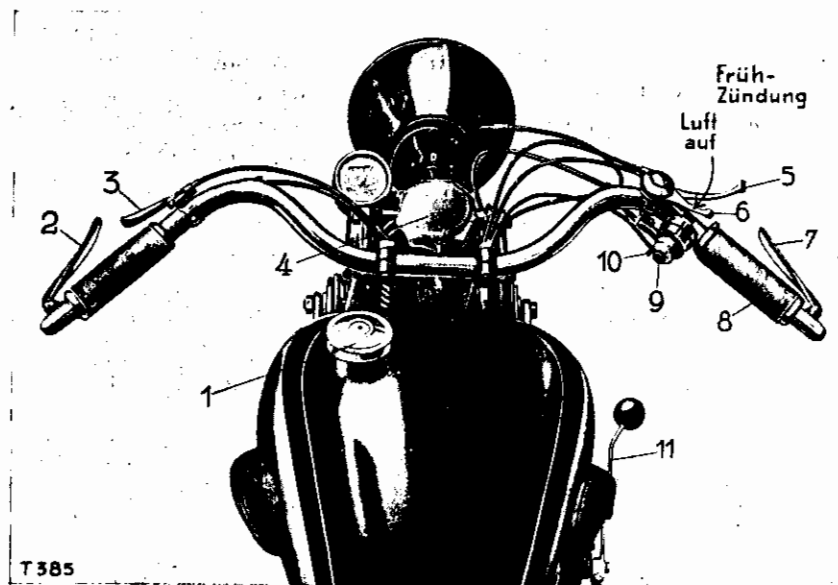
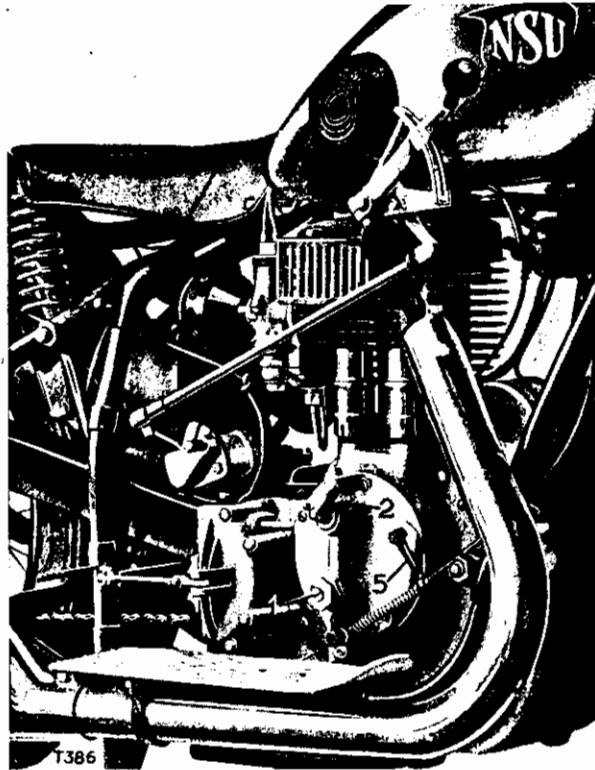

Abb. 15.
Abb. 16.
Die Regulierung erfolgt vom Lenker aus mittels Bowdenzügen. Der obere Handhebel (6 in Abb. 15) betätigt die Luft, während der Drehgriff (8 in Abb. 15) das Gas reguliert. Der Vergaser ist für normale Verhältnisse eingestellt und ist ein Verstellen nicht zu empfehlen.
1. Kraftstoffbehälter (Inhalt ca. 13 Liter) mit durchgeseihtem Kraftstoff durch Einfüllstutzen 1 (Abb. 15) auffüllen. Empfehlenswerter Kraftstoff: alle Marken-Benzin- und Benzolgemische.
(s. Abb. 16.)
2. Handschalthebel (4) auf Leerlauf (0) stellen (Abb. 16).
4. Oberen Vergaserregulierhebel (Luft) rechts am Lenker (6 in Abb. 15) schließen, Drehgriff (8 in Abb. 15) nur ganz wenig öffnen.
5. Zündregulierhebel (5 in Abb. 15) auf Spätzündung stellen.
6. Durch kräftiges Hinuntertreten der Startkurbel, unter gleichzeitigem Anheben des Ventilhebers (3 in Abb. 15) Motor anwerfen, Ventilheber noch während des Anwerfens loslassen. Gas und Luft nach Bedarf regulieren, damit der Motor nicht stehen bleibt. Motor nicht zu schnell und unnötig am Stand laufen lassen! Es ist ratsam, sobald der Motor läuft, Zusatzöl zu geben, bis der Zylinder betriebswarm ist.
7. Hand- oder Fußkupplungshebel (2 in Abb. 15) betätigen und Handschalthebel (11) sicher in Raste 1 (s. Abb. 16) führen. Kupplungshebel langsam loslassen und dabei mehr Gas geben. Erst wenn das Motorrad etwa 12—15 km Stunden-Geschwindigkeit erreicht hat, auf den 2. Gang schalten, wobei kurz zu entkuppeln ist. Bei etwa 22—25 km Stunden-Geschwindigkeit wird,
10. Läßt die Geschwindigkeit beim Bergfahren nach, so stellt man den Zündregulierhebel (5 in Abb. 15) langsam auf Spätzündung zurück. Bei etwa 25 km Stunden-Geschwindigkeit ist auf den 2. Gang, unter gleichzeitigem Auskuppeln, zu schalten. Verlangsam sich der Lauf noch mehr, so ist der 1. Gang einzuschalten, wobei auch wieder auszukuppeln ist. Die Kunst des Schaltens liegt darin, daß man in dem Augenblick, wo die Umdrehungszahl der Zahnräder des Getriebes einerseits und des Motors andererseits möglichst gleich ist, den Schalthebel betätigt, was man nach einiger Uebung sicher erreicht.
11. Wenn nötig, ist die Funktion der Oelpumpe durch Verdrehen des Oelreibers (2 in Abb. 16) nach links bis zum Anschlag zu kontrollieren, wobei an dem seitlich angebrachten Loch Oel austreten muß. Bei längeren Steigungen oder bei einer neuen Maschine stelle man ab und zu den Oelreiber senkrecht, wodurch eine zusätzliche Zylinderschmierung erzielt wird.